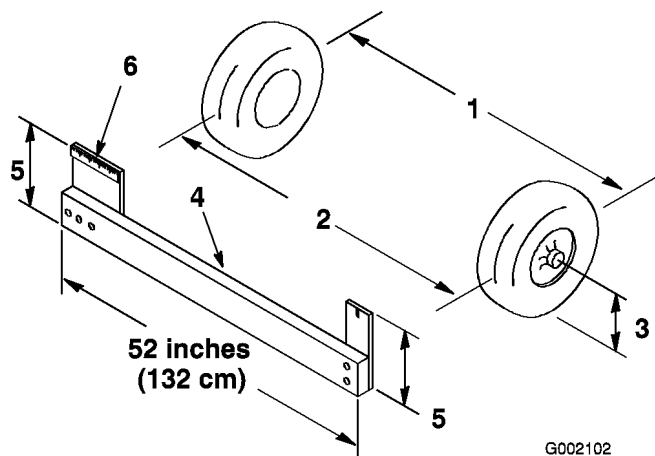

Bild 44
2. Messen Sie den Abstand zwischen beiden Vorderreifen auf Achshöhe (an der Vorder- und Rückseite der Vorderreifen) (Bild 44). Eine Messlehre ist für das hintere Maß der Vorderreifen auf Achshöhe erforderlich. Benutzen Sie das gleiche Maß für das genaue Vermessen der Vorderseite der Vorderreifen auf Achshöhe (Bild 44).